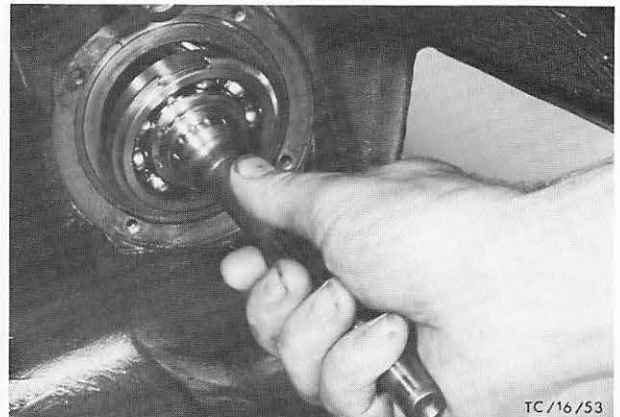

Abb. 60 Antriebswelle ins Gehäuse schieben
44. Antriebswelle mit Kugellager so weit in das Getriebegehäuse einschieben, bis der Sicherungsring außen am Gehäuse anliegt. Abb. 60.